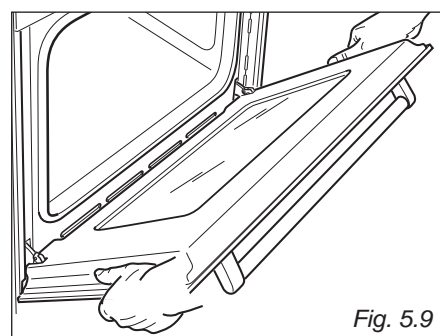

Fig. 5.9
- Aferre la puerta según las indicaciones de la fig. 5.9.
- Cierre la puerta suavemente (fig. 5.9) hasta que las palancas A de las bisagras derecha e izquierda se enganchen en la parte B de la puerta (fig. 5.9).